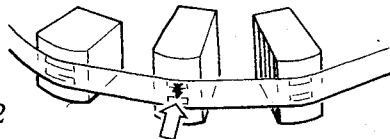

Abbildung 2
- Drehen Sie die Spulen von Hand so weit, bis die Markierung direkt am Aufnahmekopf liegt (siehe Abbildung 2).